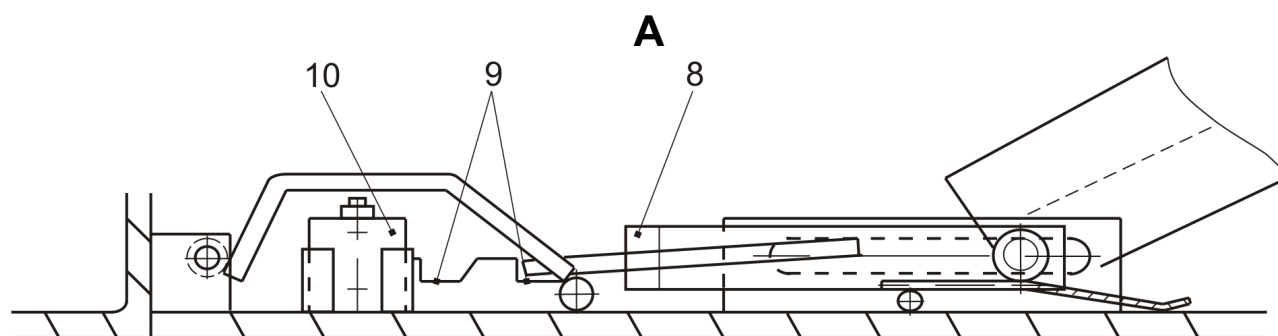

Рисунок 4.2
Устройство предотвращает случайное или неконтролируемое опускание платформы 2, в случаях возникновения неисправностей в пневмосистеме. Устройство срабатывает автоматически при подъеме платформы 2, и защелка 8 фиксируется в одном из трех положений 9, обеспечивая постоянную защиту. Устройство обеспечивает распределение нагрузки на механическую конструкцию платформы, и дублирует баллон со сжатым воздухом (рисунок 4.2).
**ⓘ ЗАПРЕЩАЕТСЯ** производить работы на автомобиле, если защелка не находится в положении 9 (рисунок 4.2).
Нажмите левую часть педали управления. Пневматический цилиндр 10 выведет из зацепления защелку 8 механического предохранительного устройства (рисунок 4.2) и платформа начнет медленно опускаться. Для остановки требуется прекратить нажатие на педаль управления.